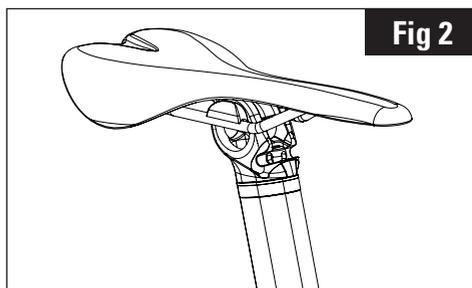

Fig 2
2. Inserire il supporto superiore (10a) contrassegnato dal simbolo in Fig. 5.1 se si desidera utilizzare un reggisella a guida a sezione tonda da $\varnothing 7$ mm o il supporto (10b) contrassegnato con dal simbolo in Fig. 5.2 per una sella a guida con sezione ovale. (Fig.2)